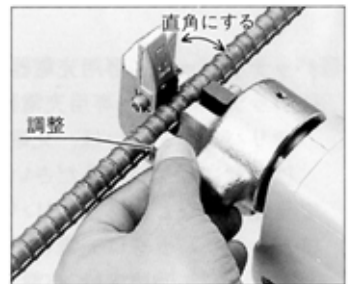

図 6
(2)切断する鉄筋の外径に合わせてストッパーボルトを調節し、鉄筋が固定刃に対して直角になるようにセットしてください。（図6）